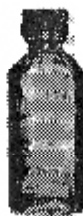

Рис. 2-22 (V 12022) Бутылка для смешивания
1. Наполните пластиковую пипетку охлаждающей жидкостью примерно на отметку 1 миллилитр. Слейте в пустую бутылочку Рис. 2-22.